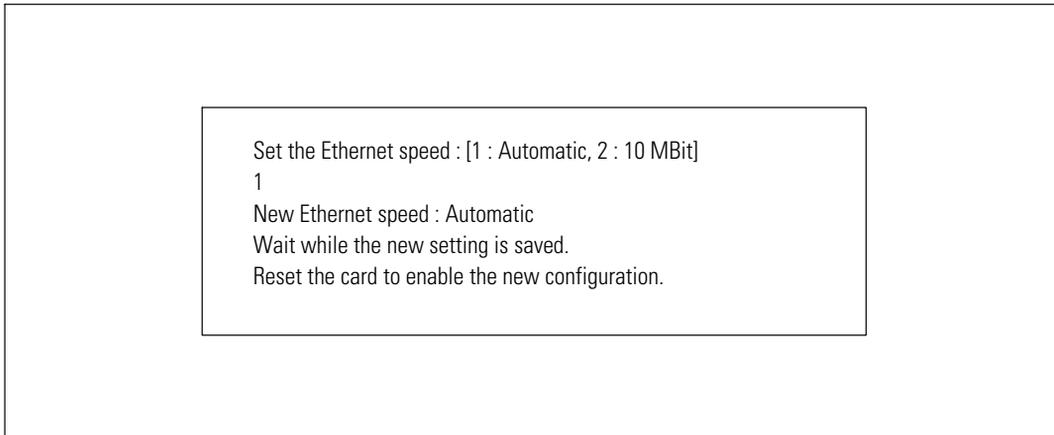

Abbildung 43. Einstellungen für Ethernet-Geschwindigkeit
- **Ethernet-Geschwindigkeit festlegen:** Anzeigen der Netzwerkgeschwindigkeit (siehe Abbildung 43). Führen Sie einen Neustart der Karte durch, um die neuen Parameter zu aktivieren.